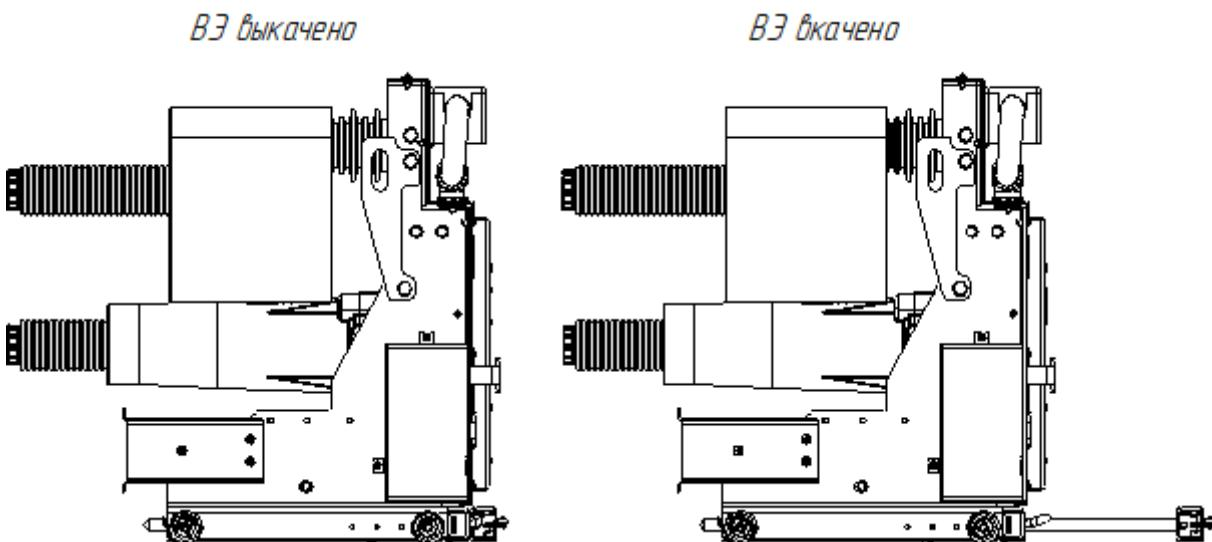

Рисунок 2 – Положение выкатного элемента в ячейке серии КЭПС-ВЭС3
1.5.1 Для перемещения выкатного элемента серии КЭПС-ВЭС3 необходимо (Рисунок 2):
1.6.1 Для того чтобы переместить выкатной элемент из контрольного положения в рабочее – требуется наличие оперативного питания. Затем при помощи механизма блокировки и отключения, заблокировать коммутационный модуль, как показано на Рисунке 3. Механизм блокировки и отключения выключателя запрещает включения коммутационного модуля, срабатывает концевой выключатель. Реализуется это следующим образом: для перемещения выкатного элемента в шкафу КРУ необходимо нажать красную кнопку, тем самым блокируя вакуумный выключатель. Разблокируется аппаратная тележка и появляется возможность перемещать выкатной элемент (Рисунок 2).